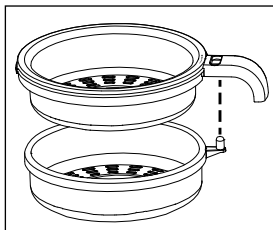

Abb. 1
- ◆ Wickeln Sie ggf. die Anschlussleitung von der Kabelaufwicklung ⑫.
- ◆ Stellen Sie die Basis ⑪ auf eine trockene und ebene Oberfläche.
- ◆ Setzen Sie den Siebaufsatz ④/⑤ zusammen. Legen Sie die beiden Teile dazu so übereinander, dass der Regler ⑥ durch die entsprechende Öffnung des Oberteils ④ ragt (Abb.1). Drücken Sie beide Teile zusammen, bis sie einrasten.